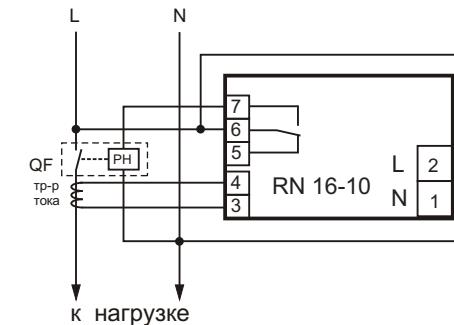

Рис. 2: схема подключения к однофазной сети
6.2. Подключите изделие к однофазной сети согласно рис.2, при этом нулевой провод **L** от расцепителя **QF** необходимо пропустить через отверстие трансформатора тока и подключить к нагрузке. Трансформатор тока подключить к контактам **3** и **4** устройства.